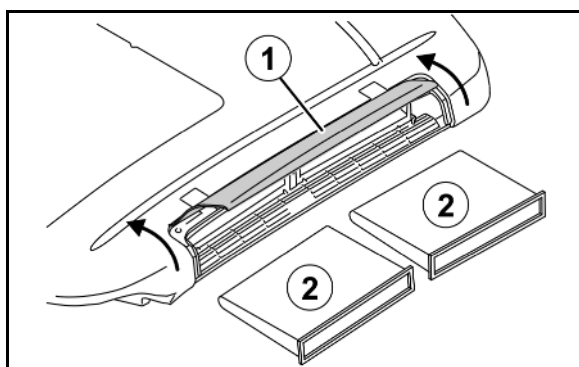

Fig. 185
1. Démontez la grille d'air de circulation (Fig. 185/1).